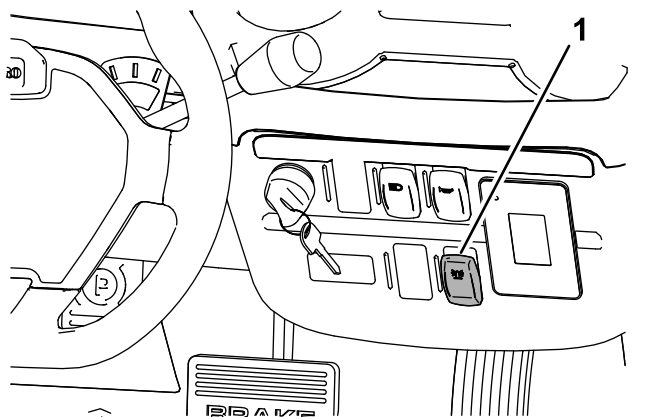

Figura 6
- Para acender o sinal luminoso, prima a parte superior do interruptor do sinal luminoso (Figura 6).